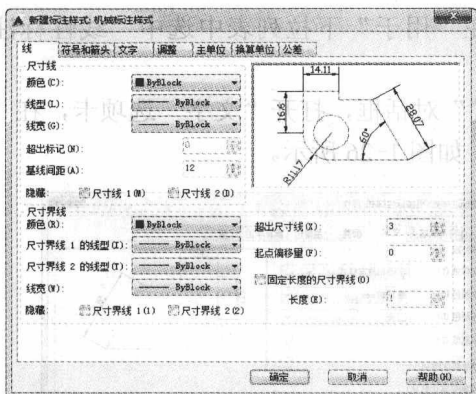

图 1-20 设置“线”选项卡
3. 在“新样式名”文本框中输入“机械标注样式”，单击“确定”按钮，弹出“新建尺寸样式”对话框并打开“线”选项卡，在“基线间距”文本框中输入 12，即基线标注时尺寸线之间的距离为 12；在“超出尺寸线”文本框中输入 3，即尺寸界线超出尺寸线 3；在“起点偏移量”文本框中输入 0，即尺寸界线的起点和标注对象之间无偏移，如图 1-20 所示。